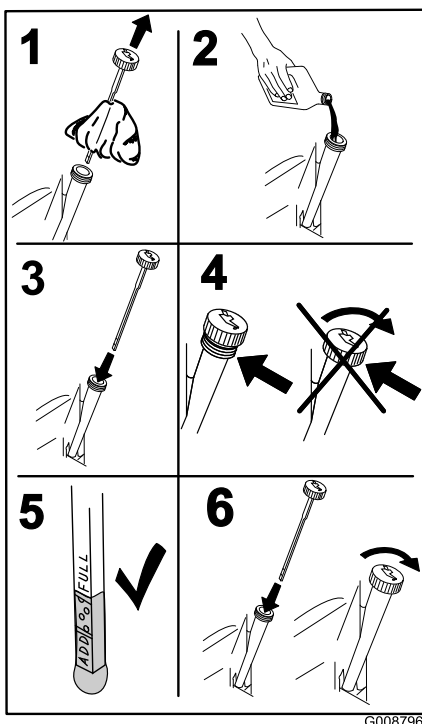

図 34
7. 所定量の 80% 程度のオイルをゆっくり入れ、そこから、残りの量を注意深く足して**FULL**マークまで入れる 図 34。